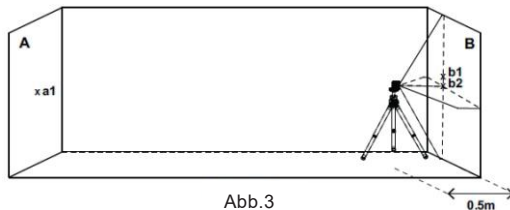

Abb.3
7. Markieren Sie auf Wand B den Mittelpunkt der Kreuzlinien als b2 (siehe Abbildung 3).